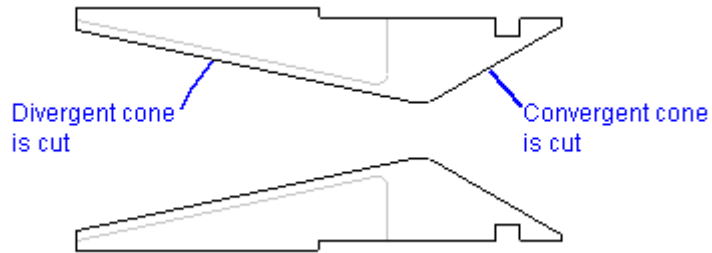

Figura 8. Los perfiles interiores están vaciados hacia fuera.
- 8 **Los conos convergentes y divergentes interiores son mecanizados después, tal como se ilustra en la Figura 8.**